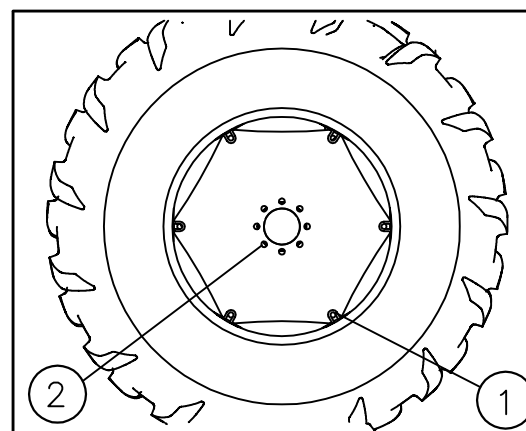

Fig. 4-23
Zategnite zavrtnje i navrtke (1) (Fig. 4-23) koje fiksiraju obruč na disk sa 240 Nm i one (2) koje fiksiraju na glavčinu točka na 280 Nm. Uvek proveravajte pritisak u gumama.
Širine traga koje se mogu dobiti sa različitim tipovima guma (tabela 4.3) Fig 4.23